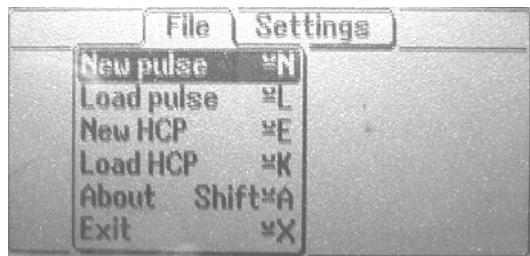

Fig. 20. File menu display
- b. Select the *File* menu. Fig. 20.